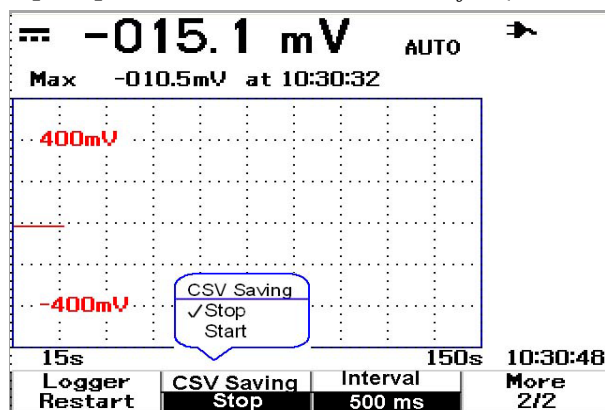

Figura 5-3 Ativar a função CSV Saving
- 3 Para ativar a função CSV Saving, pressione F2 para alternar entre as opções Start e Stop (consulte a Figura 5-3, abaixo). É possível salvar até 500 kilobytes de dados.